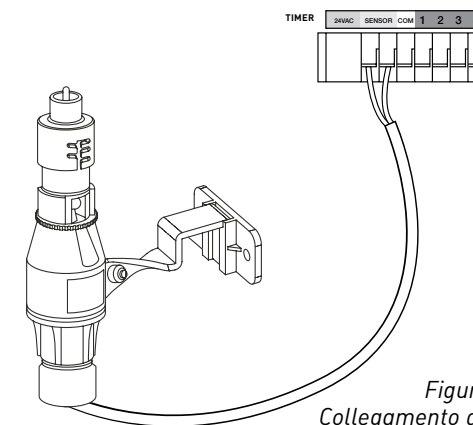

Figura 6:
- Collegare i fili del sensore di pioggia inserendoli nei morsetti (gialli) etichettati "Sensor" (vedi figura 6).